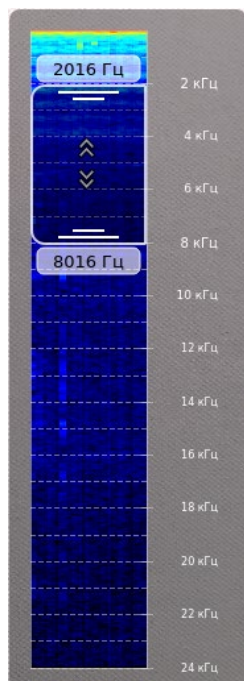

Рисунок A.55
1. Спектрограмма (рисунок A.55).
На вкладке *Спектрограмма* отображается зависимость спектральной плотности мощности сигнала от времени текущего акустического сигнала в точке, на которую указывает маркер цели (рисунок A.55).